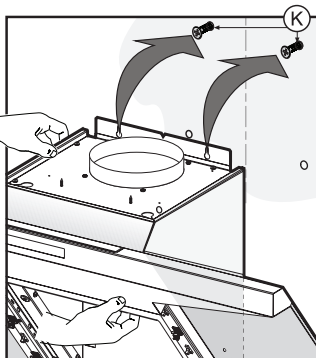
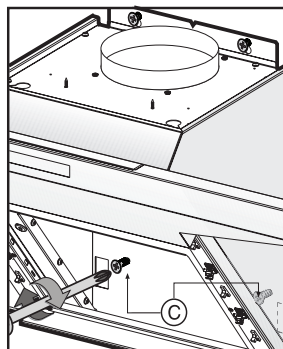

Рис. 12
Рис. 13
4. Заверните два верхних шурупа крепления вытяжки так, чтобы на них можно было подвесить вытяжку без декоративных коробов воздуховода (рис.12). Подвесьте вытяжку на шурупы **К**, выравнявая ее в горизонтальном положении. По завершении выравнивания окончательно закрепите вытяжку при помощи 2-х шурупов **С** (рис.13).